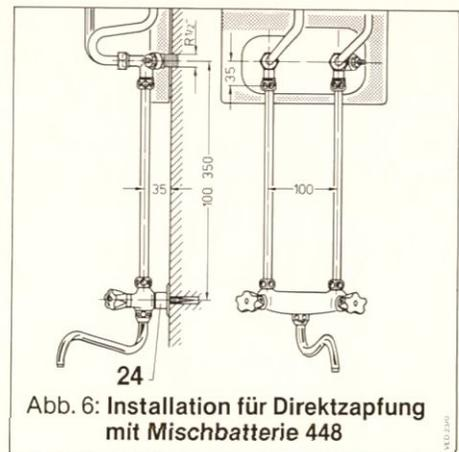
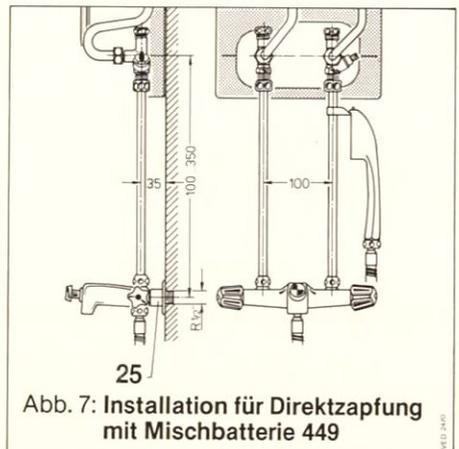

Abb. 6: Installation für Direktzapfung mit Mischbatterie 448
Abb. 7: Installation für Direktzapfung mit Mischbatterie 449
Druckmischbatterie mit Schwenkauslauf Art.-No. 448 (Abb. 6) bzw.
Druck-Bademischbatterie mit Handbrause Art.-No. 449 (Abb. 7).
Die Mischbatterie Art.-No. 448 bzw. 449 wird über die beiden Verbindungsrohre** an die Wasseranschlußstücke (15 und 17) angeschraubt. Bei Kaltwasseranschluß direkt am VED.../2 wird die Mischbatterie mit dem Anschraubstück (24)** — wie in Abb. 6 gezeigt — an der Wand befestigt. Für Kaltwasseranschluß über die Mischbatterie wird letztere über das Anschlußstück R $\frac{1}{2}$ " (25)** — wie in Abb. 7 gezeigt — mit dem Kaltwassernetz verbunden.
Legende zu Abb. 6 und 7